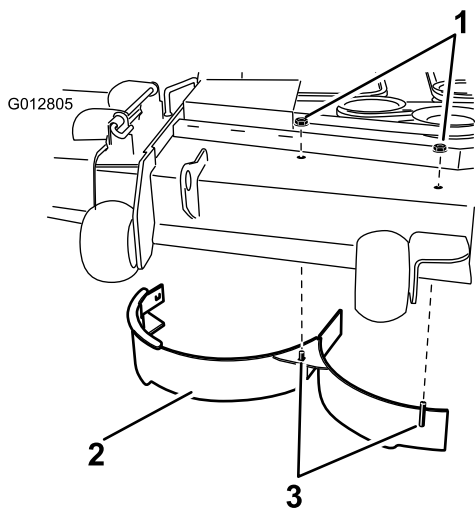

Figura 2
1. Instale o abafador direito utilizando duas porcas (5/16 pol.) como se mostra na Figura 2. Aperte as fixações à mão.